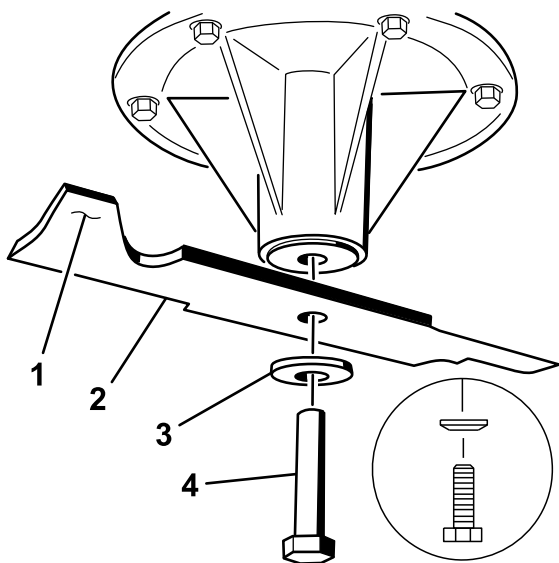

Figure 82
2. Placez la lame sur l'axe (Figure 82).
3. Montez la rondelle bombée et le boulon de lame (Figure 82).
Remarque: Le cône de la rondelle bombée doit être dirigé vers la tête du boulon (Figure 82).